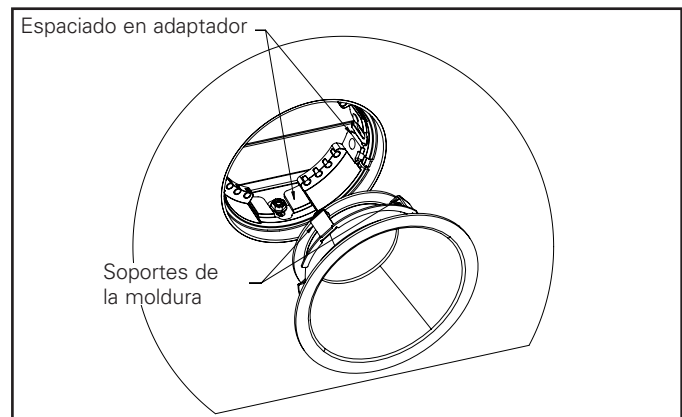

Figura 24
8. En el caso de una moldura alta para luz focal "downlight", alinee la moldura de forma que el soporte de esta no interfiera con el adaptador (consulte la Figura 24).